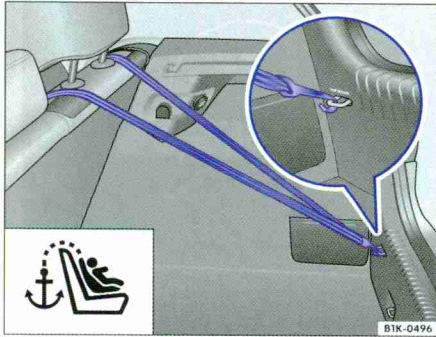

Fig. 70 Ceinture de retenue supérieure accrochée dans le coffre à bagages.
- Accrochez la ceinture de retenue supérieure dans le coffre à bagages dans l'œillet de retenue correspondant ⇒ fig. 70.